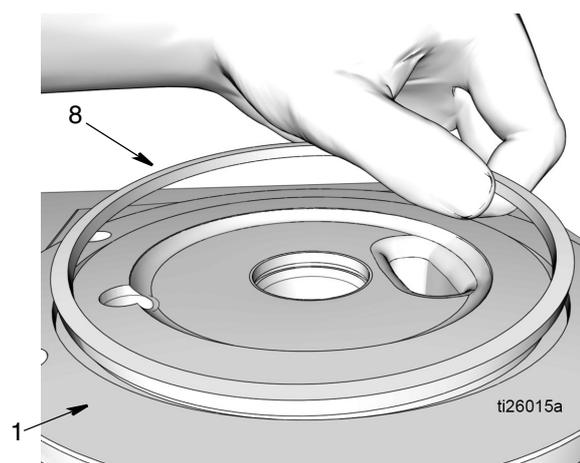

FIG. 48
7. Aplique una capa fina de grasa en la junta tórica cuadrada (8). Instale una la junta tórica cuadrada (8) en la ranura de la base de la bomba (1) como se observa en FIG. 48.